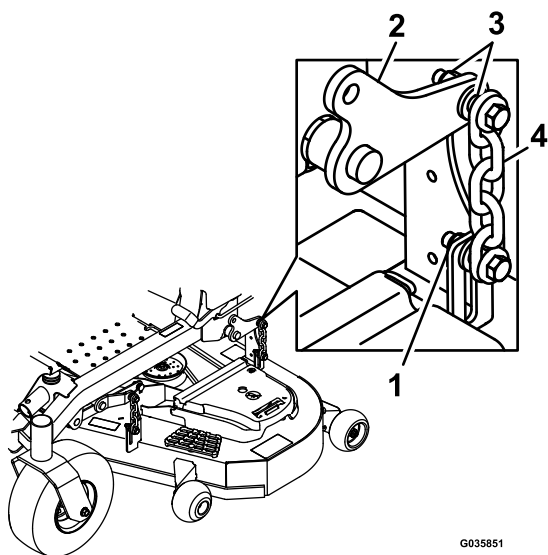

Figure 78
14. Desserrez les contre-écrous (Figure 78) aux quatre coins de sorte que le tablier repose solidement sur les 4 cales.